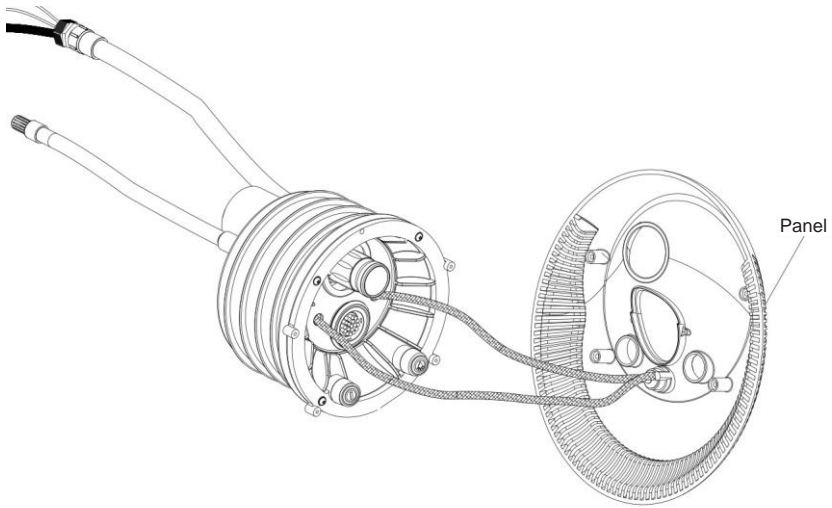

Abb. 11
- 3) Verbinden Sie die Rohre der Schale mit der Rückseite der Blende des Pneumatikknopfs. Verbinden Sie die Gasdüse des Stützrahmens mit der Mitte der Gasdüse (Abb. 11). (Hinweis: es darf nicht umgedreht werden).